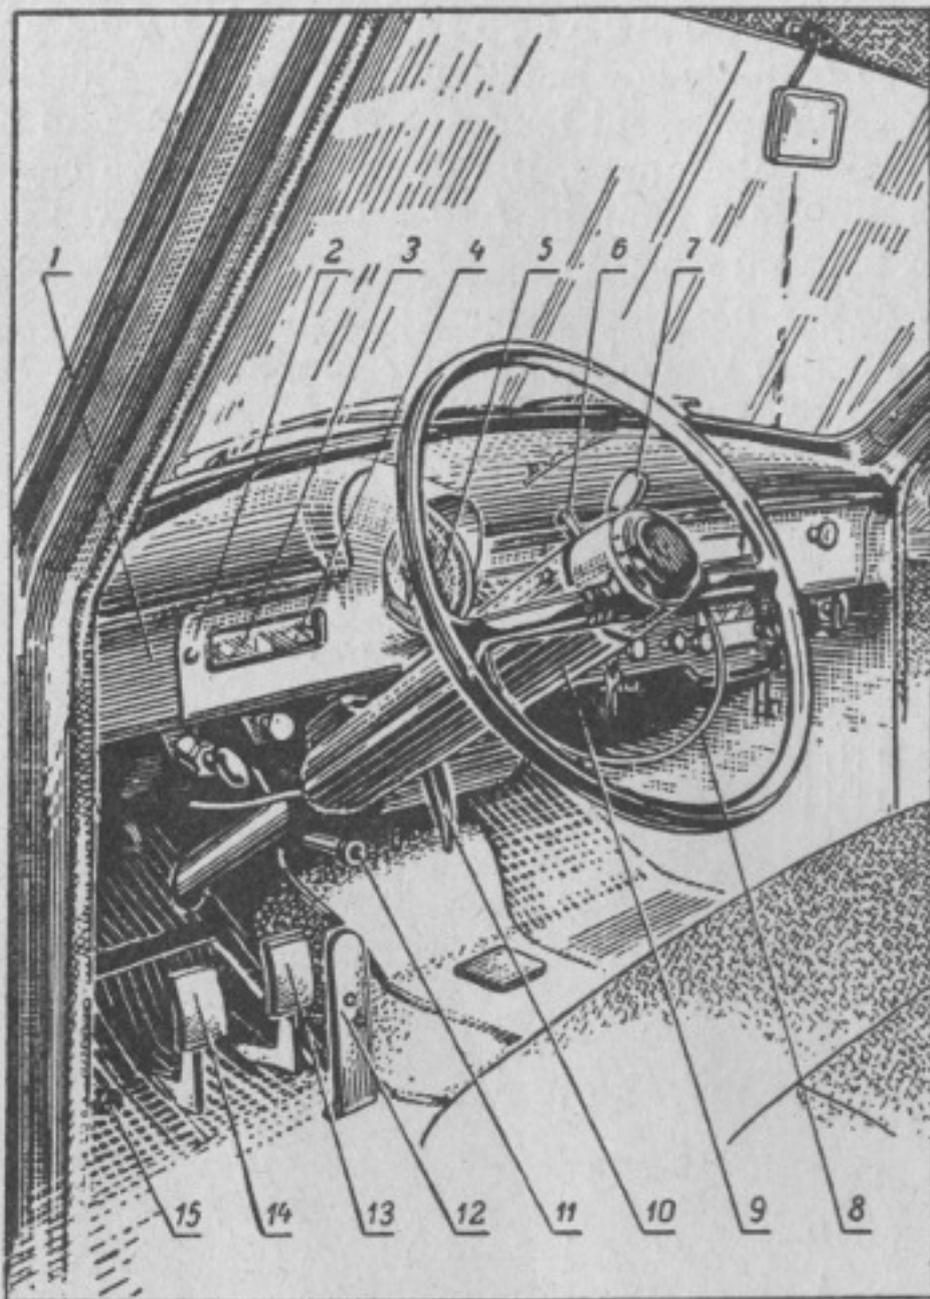
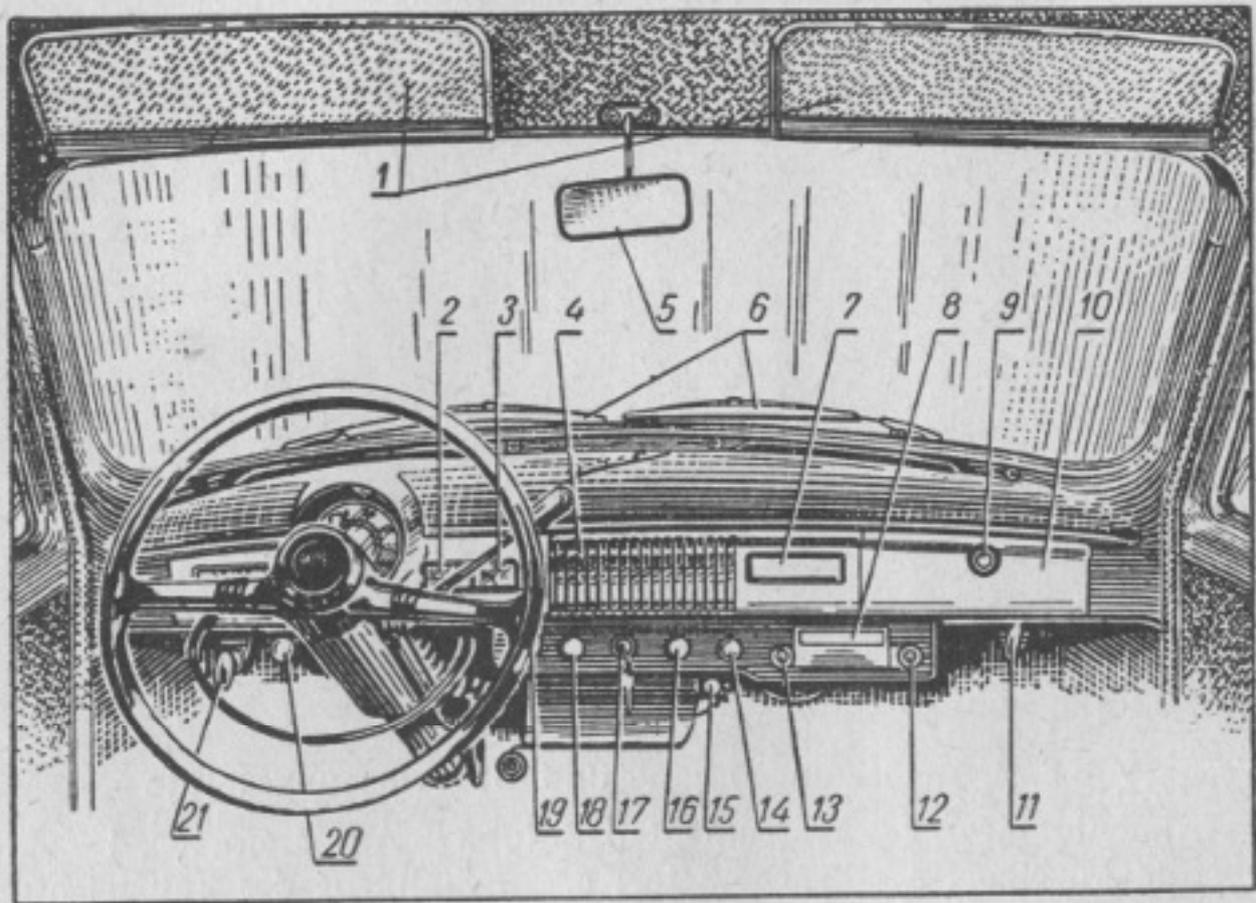

Abb. 4. Betätigungsorgane und Überwachungsgeräte
Abb. 5. Instrumententafel und Fahrersitzausrüstung
Die Anordnung der Betätigungsorgane und der Überwachungsgeräte ist auf Abb. 4 und Abb. 5 gezeigt.
Das Kupplungspedal 14 (Abb. 4), das Bremspedal 13 und der Getriebeschalthebel 7 sind auf die übliche linke Anordnung der Lenksäule abgestimmt. Rechts vom Bremspedal befindet sich das Fahrpedal 12 und links vom Kupplungspedal der Ablendfußschalter 15.
1. Der Griff 21 (Abb. 5) zur Betätigung der Kühlerabdeckung. Um die Abdeckung zu schließen, zieht man den Griff an sich und bringt ihn in eine der fixierbaren Stellungen. Um die Abdeckung zu öffnen, versenkt man den Griff, und falls man die Abdeckung ganz öffnen will, versenkt man den Griff bis zum Anschlag.
Nach Anhebung der Motorhaube und Einschnappen des Riegels wird der Handgriff 11 (Abb. 5) durch die Kraft der Rückzugfeder des Schlosses in die Ausgangsstellung zurückgebracht. Die richtige Stellung des Handgriffs ist indes auf alle Fälle durch Handdruck nachzuprüfen.
Zu den links angeordneten Instrumenten gehören das Amperemeter 3 (Abb. 4) und der Kraftstoffvorrats-Anzeiger 4.
Die rechts angeordnete Instrumentenkombination besteht aus dem Öldruckzeiger 2 (Abb. 5) und dem Kühlwasser-Temperaturanzeiger 3.
Tachometer 5 (Abb. 4) ist mit dem Gesamtkilometerzähler vereinigt und befindet sich in der Mitte der Instrumententafel. Die Skala des Tachometers hat Teilungen von 0 bis 140 ( $km/Std$ ), wobei jede Teilung
frequenzkabel für den Antennenanschluß. Der Lautsprecher befindet sich hinter dem Ziergitter 4 (Abb. 5) der Instrumententafel. Die Skala 8 des Empfängers leuchtet beim Einschalten des Empfängers auf.
4. Der Handschuhkasten ist aus Sonderkarton gefertigt und durch einen aufklappbaren Kunststoffdeckel 10 verschlossen (Abb. 5). Um den Deckel zu öffnen, muß man den Griff 9 des Verschlusses gegen den Uhrzeigersinn drehen.
Die Instrumententafel 1 (Abb. 4) ist an der Stirnwand mit vier Schrauben und drei Bolzen befestigt.
Zum Schutz des Fahrers und des Beifahrers vor direkten Sonnenstrahlen sind zwei Sonnenblenden 1 (Abb. 5) vorgesehen, die durch Scharniere befestigt sind. Die Bauart der Scharniere erlaubt es, die Sonnenblenden parallel zu den Türscheiben einzustellen, so daß sie auch vor seitwärts fallenden Strahlen Schutz bieten.
Über der Windschutzscheibe ist auf einem Kugelscharnier der Rückblickspiegel 5 (Abb. 5) angeordnet.